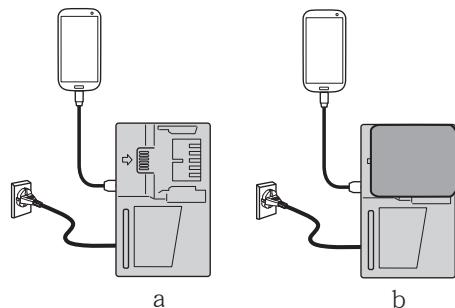

图 23
- 将 USB 设备插入插座进行充电（图 23-a）。
- 将 USB 设备和电池插入插座进行充电。（图 23-b）